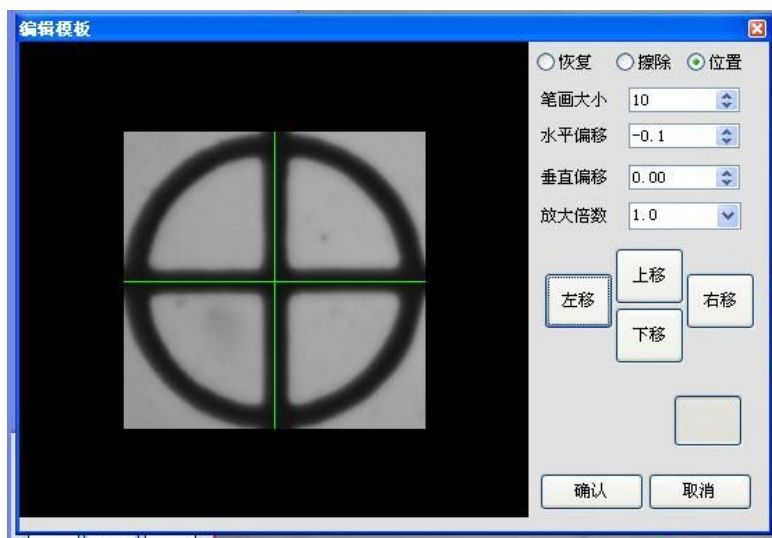

图 3.3
3) 点击“编辑模板”调整使图形在十字线中心，调整后“确定”离开编辑模板。图 3.3